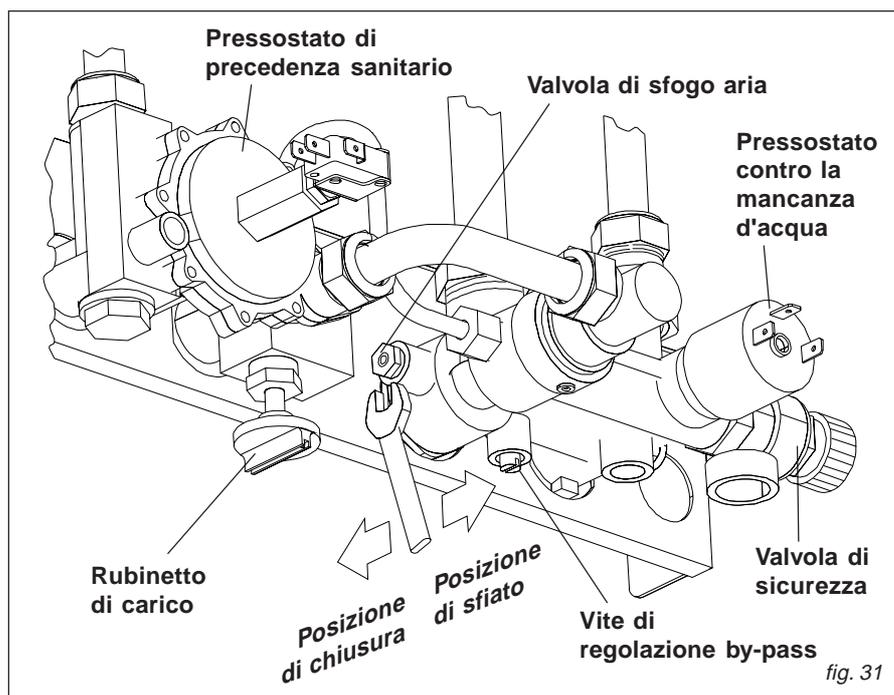

fig. 31
- chiudere il rubinetto di carico e quindi sfogare nuovamente l'aria attraverso le valvole di sfogo dei radiatori, e della valvola prevista sul gruppo di by-pass (vedi fig. 31)